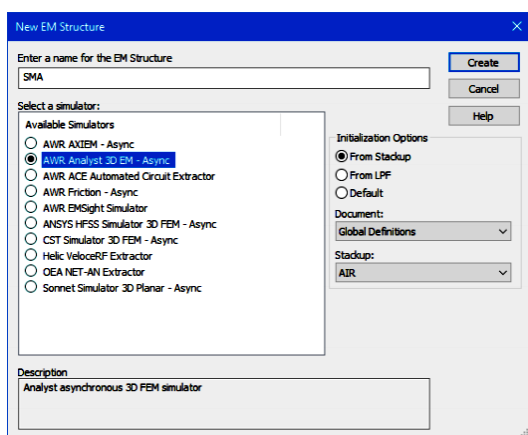

Рис. 90
2. Введите имя структуры **SMA**, выберите **AWR Analyst 3D EM - Async** в качестве симулятора, выберите **From Stackup** для **Initialization Options**, **AIR** для **Stackup** (рис. 90). Нажмите **Create**.